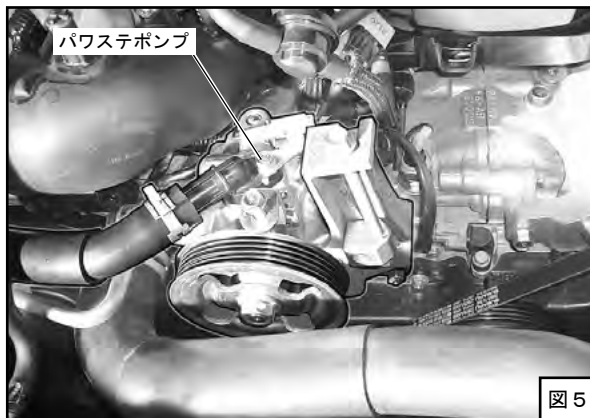

図5
(11) パワステポンプのコネクタを取外してください。
(12) ブラケットのボルト3本を外して、パワステポンプをブラケットごと取外してください。(図5)